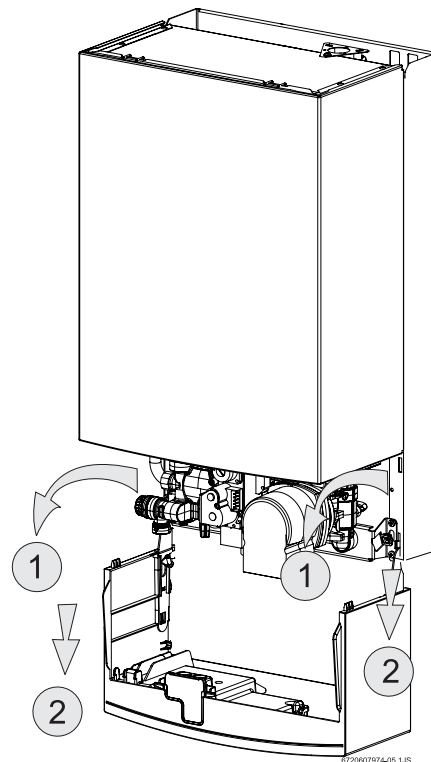

Fig. 15 Posição de serviço para acessibilidade à hidráulica e à electrónica
- ▶ Para retirar completamente o painel de comandos estando posicionado segundo a Fig. 15, levante e puxe-o na sua direcção.